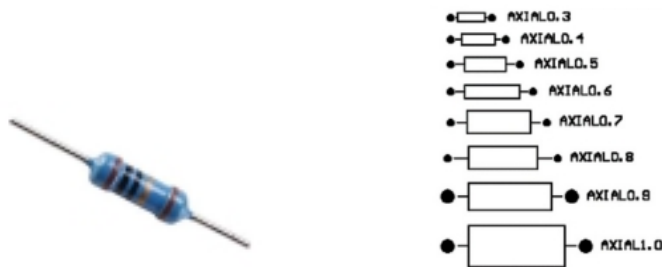

图 9-6 直插式电阻
1) 直插式电阻: 电阻是最常见的电子元件之一, 图 9-6 所示为直插式电阻, 其对应的封装为 AXIAL-x.y 形式。AXIAL 表示轴向元件, 元件本体一般为圆柱形; x.y 表示元件两个焊盘中心孔之间的距离, 如 AXIAL-0.4 表示两个焊盘之间的距离为 400mil, 数字越大, 对应的电阻体积越大, 承受的功率也越大。